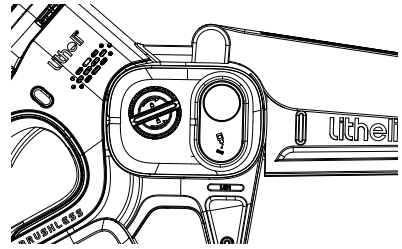

Abb. 10
3. Füllen Sie Schwert- und Kettenöl ein, bis der Öltank voll ist. (Abb. 10)